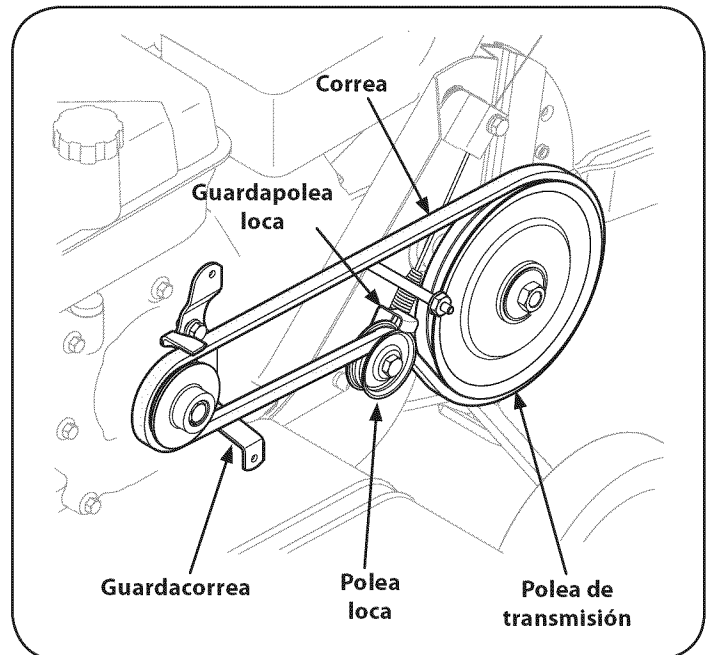

Figura 28
2. Retire el perno de la polea loca y mueva la correa desde debajo del guardacorreas de la polea loca. Vea la Figura 28.
3. Retire el conjunto del guardacorreas de la correa ubicado detrás de la polea del motor extrayendo los dos pernos hexagonales y las arandelas de seguridad. Vea la Figura 28.
4. Extraiga la correa usada de alrededor de la polea de transmisión e instale la nueva correa. Vea la Figura 28.
NOTA: Al volver a armar, asegúrese de que el guardacorreas de la polea loca quede tal como se muestra en la Figura 28. Observe la muesca en la parte inferior del guardacorreas y la alineación cuando vuelva a armar con la correa nueva.